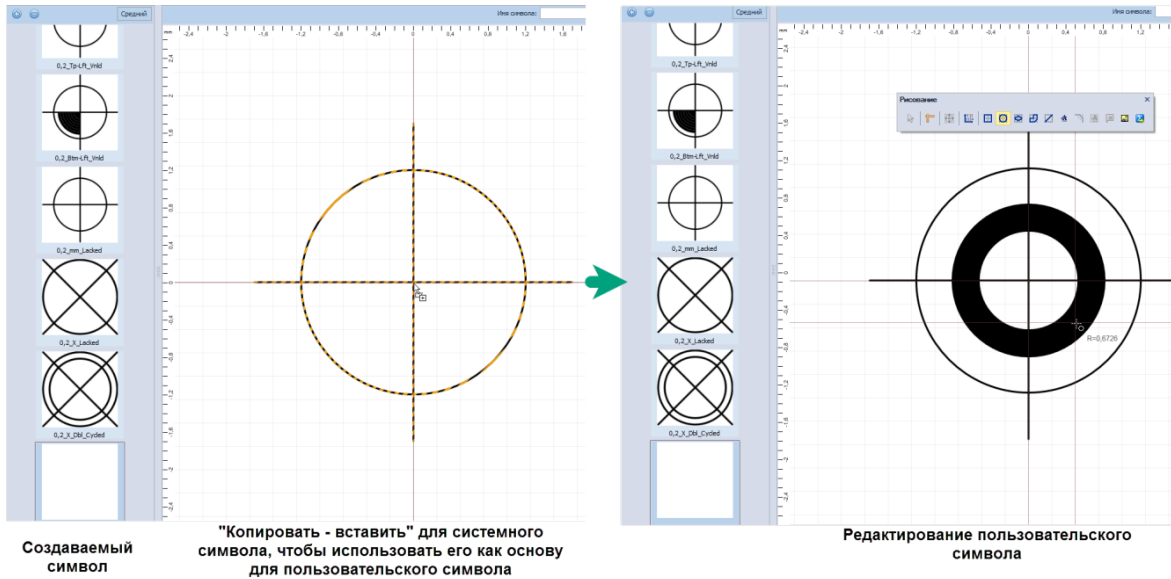

Рис. 425 Создание символа в рабочей области
- При помощи панели «Рисование» создайте требуемый символ или скопируйте наиболее подходящий из числа системных и вставьте в рабочую область создаваемого пользовательского символа, Рис. 425.